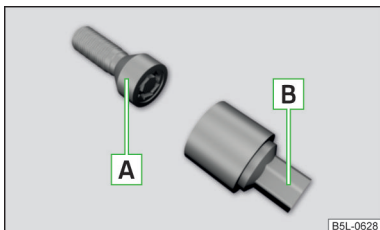

Fig. 152
Los tornillos de rueda antirrobo protegen las ruedas de un robo. Se pueden **soltar/apretar** solamente con el suplemento **B** » **fig. 152**.
- Introduzca la llave de rueda hasta el tope sobre el tornillo de rueda. Usar el suplemento para los tornillos de la rueda antirrobo correspondientes » **fig. 152 de la pág. 135**.